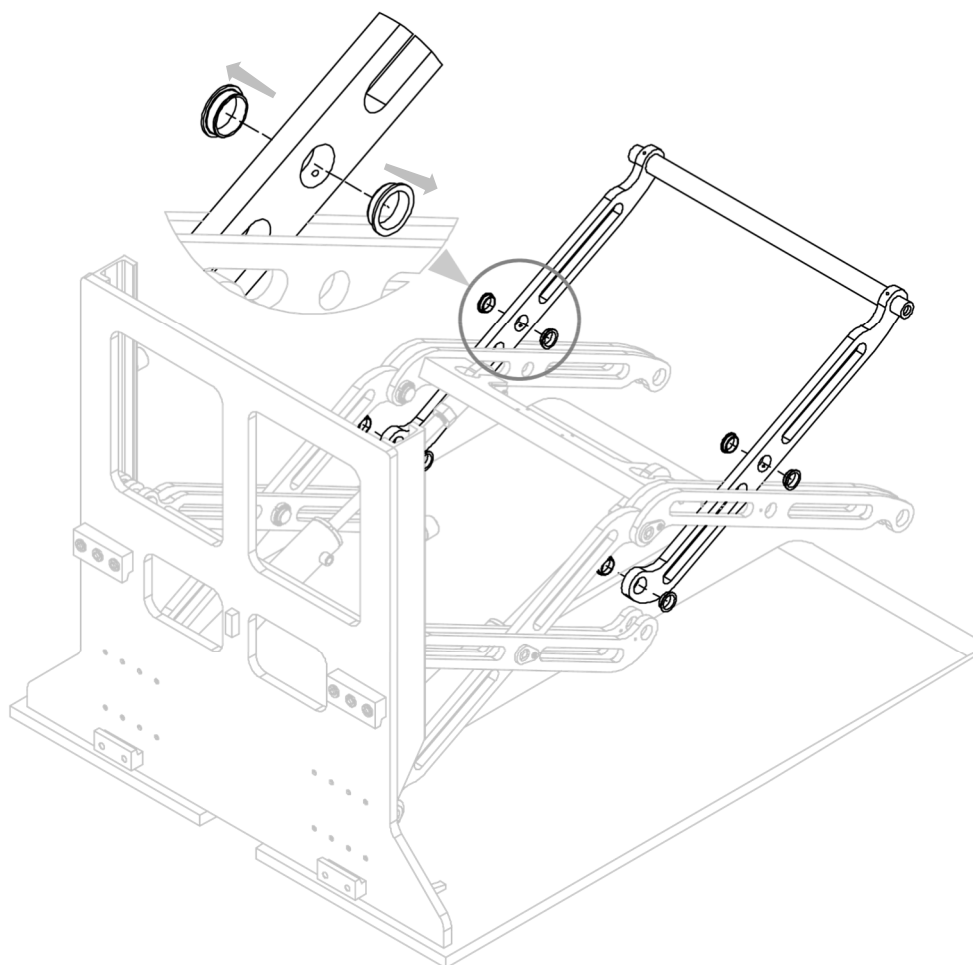

Figura 21
4. Extraer el par de brazos del equipo, con los casquillos de oscilación correspondientes (ver *Figura 21*).